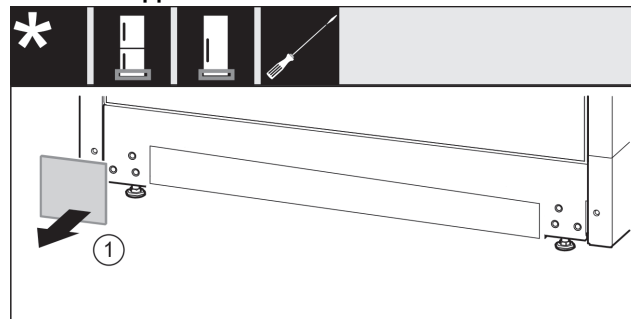

Fig. 16
- ▶ Retirer le cache. Fig. 16 (1)